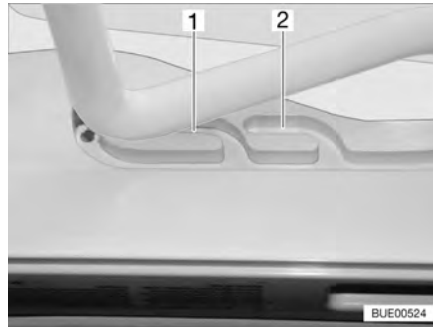
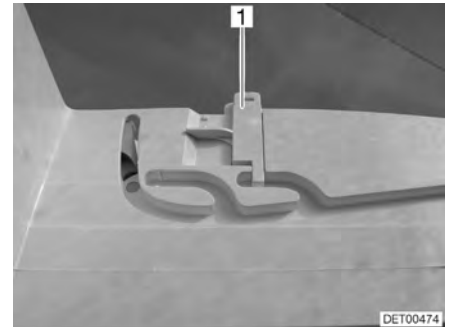

Fig. 66 Lanterneau Heki en position de ventilation
Fig. 67 Verrouillage position de ventilation
Il est possible d'amener le lanterneau Heki en deux positions de ventilation : Position pour mauvais temps (Fig. 66,1) et position intermédiaire (Fig. 66,2). Suivant le modèle, il est possible de verrouiller le lanterneau en position intermédiaire avec le verrou (Fig. 67,1).
- Pousser légèrement l'étrier vers le haut, le pousser dans la glissière choisie (Fig. 66,1 ou 2) et le verrouiller si nécessaire.